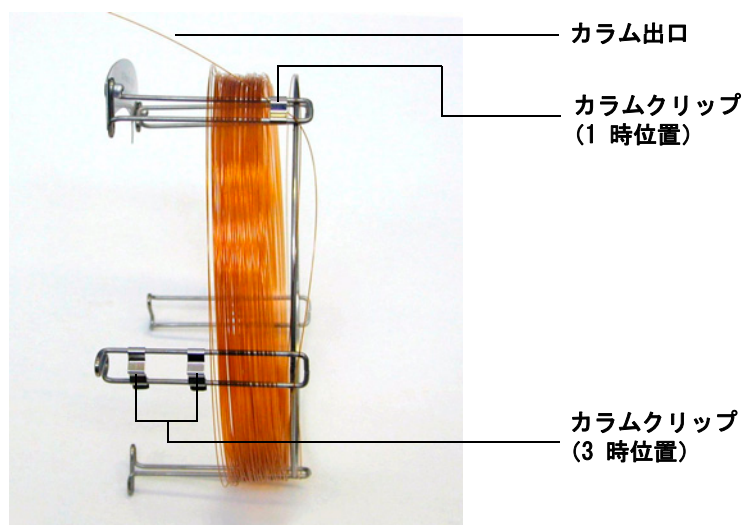

図 10 1 時位置からのカラムの送り出し
- 4 カラム出口がカラムケージの前面に向くようにカラムの出口側を 1 時位置のクリップを通して送り出します。図 10 を参照してください。